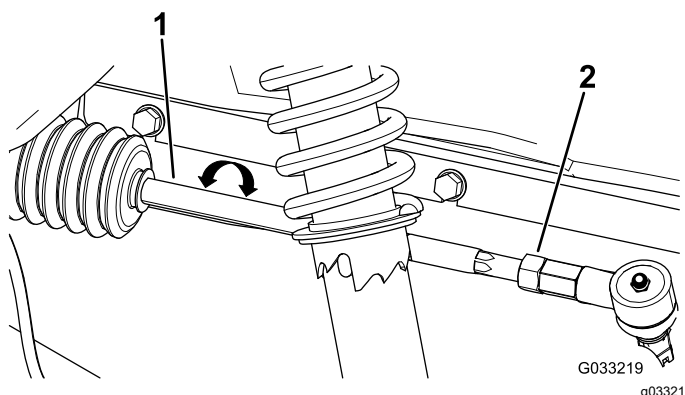

Рисунок 50
2. Если измеренное значение выходит за пределы 0–6 мм, ослабьте контргайки с обоих концов тяг (Рисунок 50).